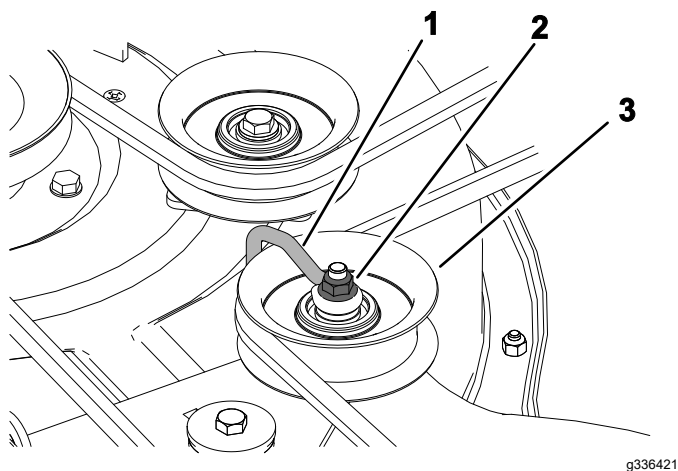

Figura 58
6. Para plataformas prensadas, desaperte a porca que fixa a forma de arame à polia intermédia (Figura 58).
- Nota:** Posicione a forma de arame contra o braço intermédio como se mostra na Figura 58.